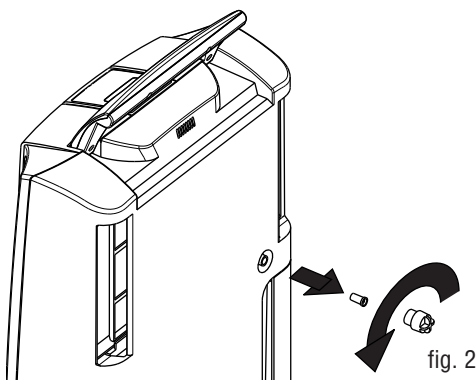

fig. 2
- 1) Desenrosque el tapón para el desagüe continuo, ha de darle vueltas en el sentido contrario de las agujas del reloj y quite el tapón de goma de la boquilla (fig. 2).